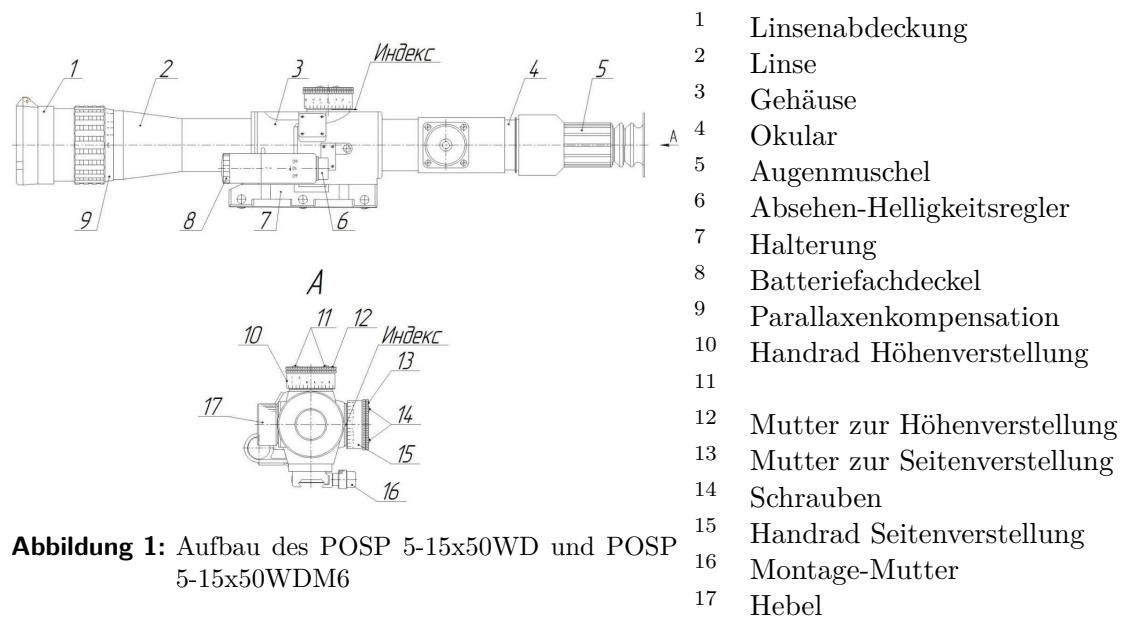
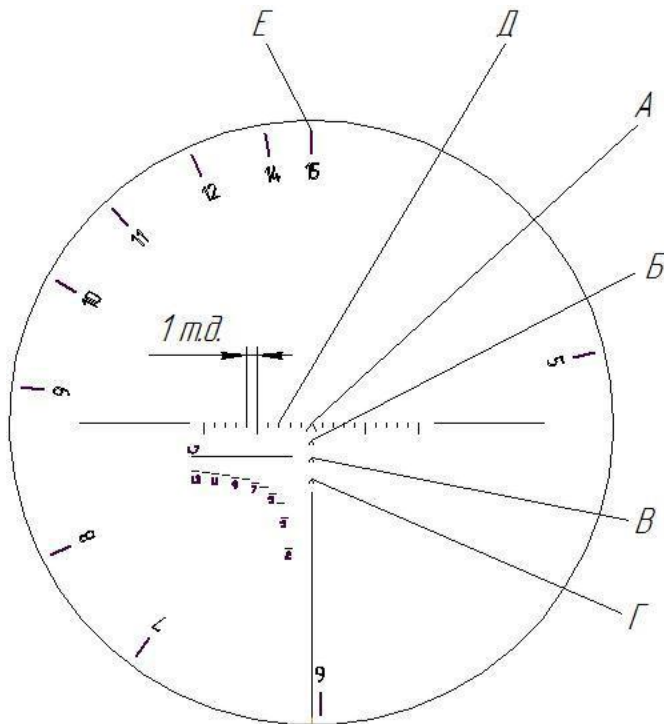
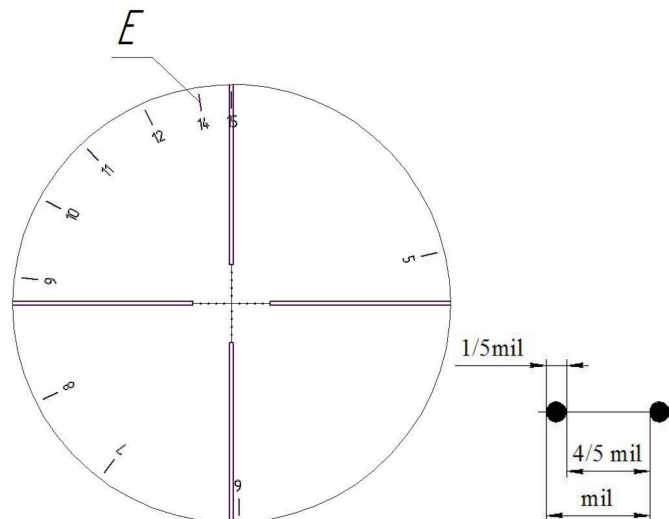

Abbildung 1: Aufbau des POSP 5-15x50WD und POSP 5-15x50WDM6
Abbildung 3: Absehen des POSP 5-15x50WD und POSP 5-15x50WDM6
Abbildung 4: Absehen des POSP 5-15x50WD2 und POSP 5-15x50WD2M6
- POSP 5-15x50WD Sicht mit Parabolabsehen (Abbildung 3)
- POSP 5-15x50WDM6 Visier mit Mil-Dot-Absehen (Abbildung 4)
- POSP 5-15x50WD2 Sichtparabolisches Absehen und Beleuchtung der E-Skala (Abbildung 3)
- POSP 5-15x50WD2M6 mit Mil-Dot-Absehen und Beleuchtung der E-Skala (Abbildung 4)
Beim Beobachten durch das Visier muss das Bild ohne mondförmige Schatten an den Rändern gesehen werden. Entfernen Sie den Augenschutz. Durch Drehen der Dioptrienanpassung des Okulars (4) (Abbildungen 1, 2) um die Sehachse des Visiers wird ein scharfes Bild erzielt. Setzen Sie die Augenmuschel wieder auf. Zur Parallaxenkomensation ist es notwendig, das Ziel zu wählen und dann das Auge in horizontaler oder vertikaler Ebene von der Sehachse aus zu bewegen. Den Versatz durch Drehen des Rings (9) beseitigen (Abbildung 1). Für gezieltes Schießen unter schlechten Lichtbedingungen ist es notwendig, die Absehenbeleuchtung mit einem Schalter der Absehenhelligkeit (6) zu drehen (Abbildungen 1, 2). Zum Anvisieren ist es notwendig, die Spitze des oberen Zielstachel (Abbildung 3) oder das Fadenkreuzes (Abbildung 4) mit dem Bild des Zieles in Übereinstimmung zu bringen. Wenn die Länge (Höhe) des Objekts bekannt ist und seine Konturen deutlich sichtbar sind, kann die Entfernung zu einem Objekt mit Hilfe des Fadenkreuzes (Mil-DOT) oder der Entfernungsmessskala bestimmt werden.
Bei der Messung der Entfernung eines Objekts auf einem Mil-Dot-Fadenkreuz (Abbildung 3) wird die Entfernung anhand des Abstands zwischen den horizontalen (vertikalen) Balken des Fadenkreuzes gemessen. Wenn die Länge (Breite) des Objekts 1,0 m beträgt und es zwischen die horizontalen (vertikalen) Stäbe passt, während es durch das Visier beobachtet wird, beträgt die Entfernung zum Objekt 100 m. Wenn die Länge (Breite) des Objekts in einem halben Abstand (von der Mitte des Absehen bis zu einem der Stäbe) platziert wird, beträgt die Entfernung zum Objekt 200 m. Bei einer bestimmten Höhe oder Breite des Objektes (Zieles) kann mit Hilfe des Entfernungsmessabsehen (in Form eines Mil-Dots) die Entfernung zum Objekt (Ziel) bestimmt werden. Dazu wird das beobachtete Objekt zwischen horizontale oder vertikale Mil-dot Markierungen in Position gebracht. Die Winkelgröße des Objektes (Zieles) wird mit Hilfe des Fadenkreuzes des Entfernungsmessers in mils gemessen. Der Abstand zwischen den Punkten ist gleich und entspricht 1 mil. Die Entfernung zum Objekt (Ziel) wird mit der Formel bestimmt: